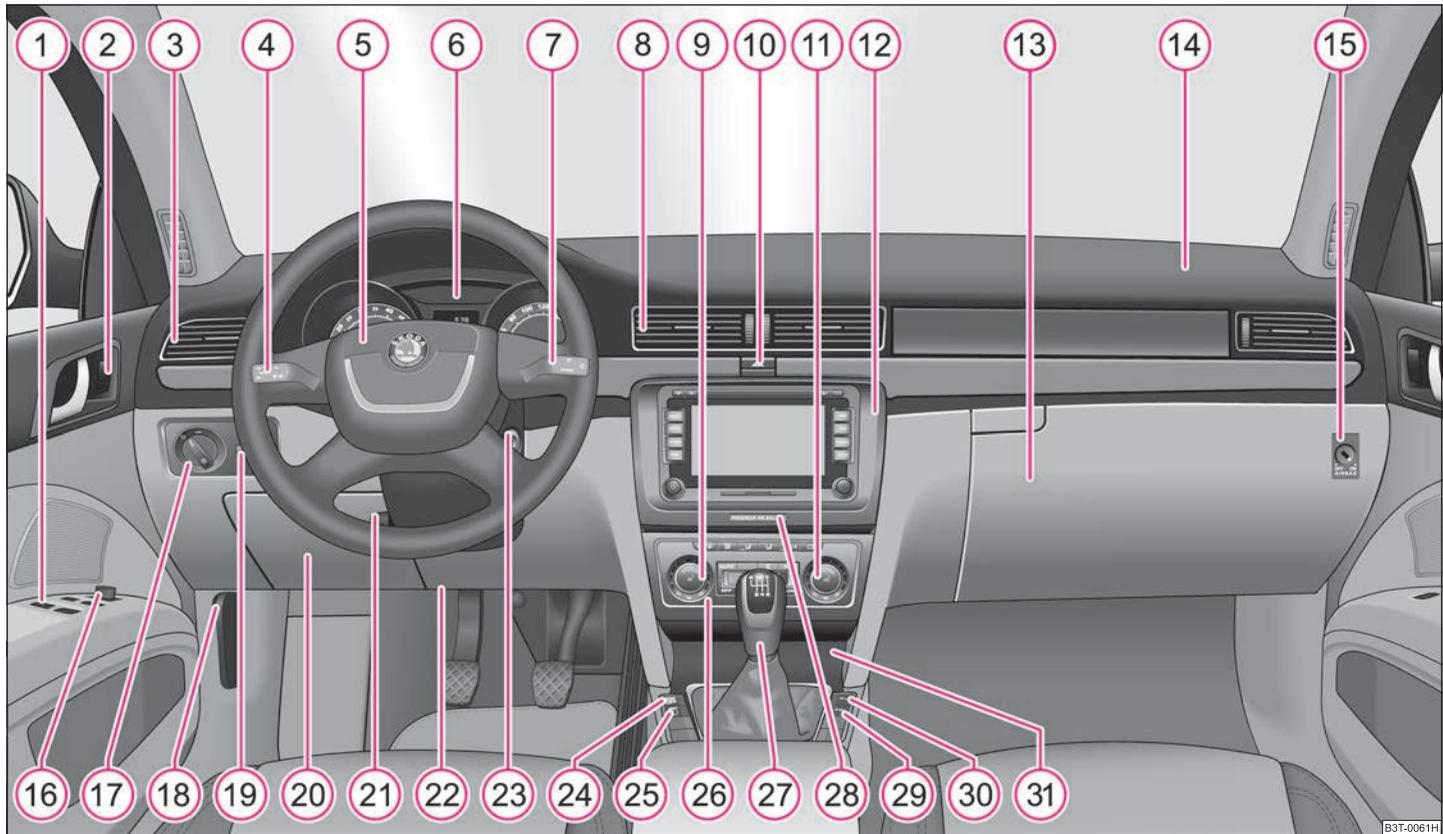

Abb. 1 Einige der in der Abbildung aufgeführten Ausstattungen gehören nur zu bestimmten Modellausführungen oder sind Mehrausstattungen.
- Bei Fahrzeugen mit Rechtslenkung weicht die Anordnung der Bedienungselemente zum Teil von der in ⇒ Seite 7, Abb. 1 gezeigten Anordnung ab. Die Symbole entsprechen jedoch den einzelnen Bedienungselementen. ■